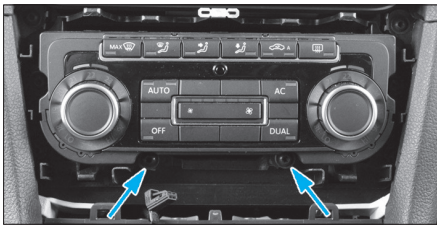

Fig. 20
- les deux vis pour extraire le panneau de climatisation puis débrancher ses différents connecteurs (Fig.20),